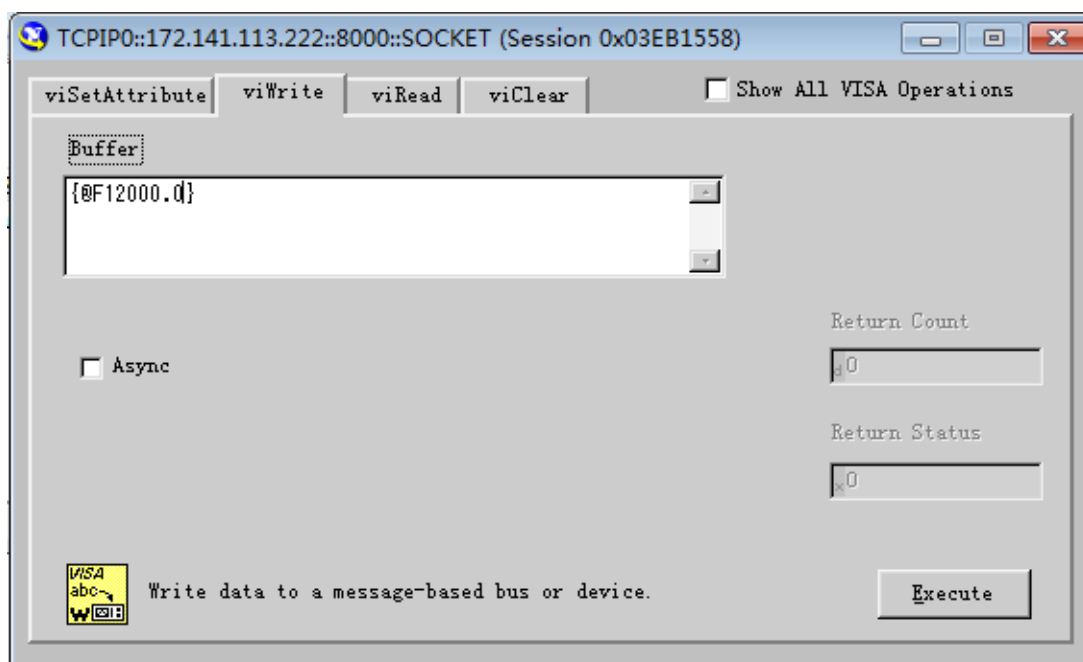

图 5-5 VISA 测试面板
(5) 右击 “TCPIP0::172.141.113.222::8000::SOCKET”，在弹出菜单中点击 “Open VISA Test Panel”，打开 VISA 测试面板，如图 5-5 所示：
(6) 在图 5-5 中选择 “viWrite” 页面，在 “Buffer” 下方的编辑框中输入远控指令（具体指令格式参见本说明书 “远控命令”），然后点击右下角的 “Execute” 按钮，发送目标指令，即实现对变频装置进行远控操作。